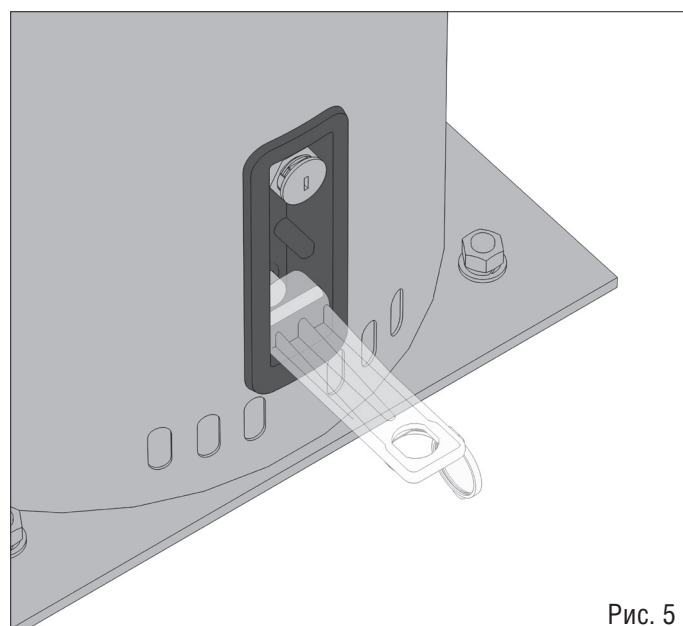

Рис. 5
3. Не вынимая ключ, потяните рычаг расцепителя на себя (рис. 5).